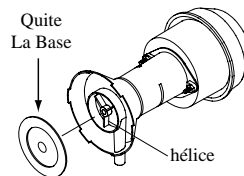

Fig. 9
- **Limpiar la bomba.** Es necesario limpiar la bomba una vez al principio de cada año. Por su propia seguridad, apague la unidad y desconecte el motor y la bomba. Quite la bomba de su montura. Quite la base de la bomba (véase fig. 9). Limpie la bomba. Dé la vuelta a la hélice para verificar que se mueve libremente. Quite el pico de la bomba y vea si está obstruido. Vuelva a colocar la base de la bomba. Coloque la bomba en la unidad y fijela en su montura. Esto impedirá que se caiga la bomba al agua, lo que dañaría el motor. No se olvide de volver a conectar el tubo de agua a la bomba. La bomba contiene un depósito protector en caso de sobrecalentamiento (se apagará automáticamente).